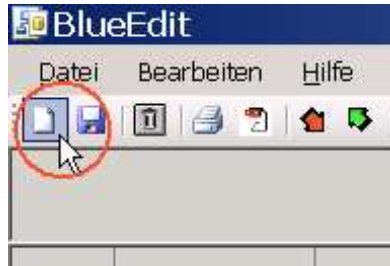

Abb. 29: Neues Rezept anlegen
1. Wählen Sie den Programmgeber aus, für den ein Rezept erstellt werden soll (Abb. 29: Neues Rezept anlegen), Mauszeiger).